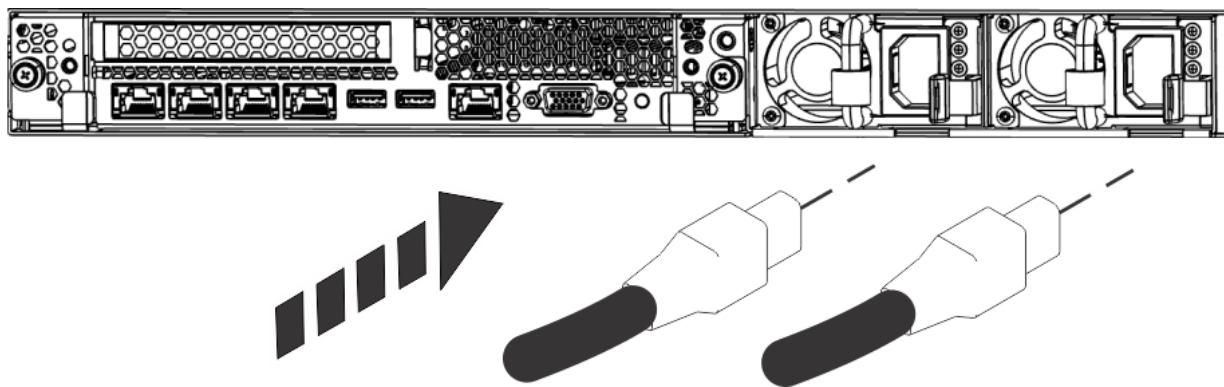

Figura 2. Com endollar els cables d'alimentació a les fonts d'alimentació
- Si voleu utilitzar una connexió compartida per a IPMI i la l'HMC, un sol cable al port 0 de la Figura 2 pot satisfer ambdós requisits, IPMI i HMC.
6. Endol·leu els cables d'alimentació del sistema i els cables d'alimentació d'altres dispositius connectats a la font d'alimentació de corrent alternativa (CA).